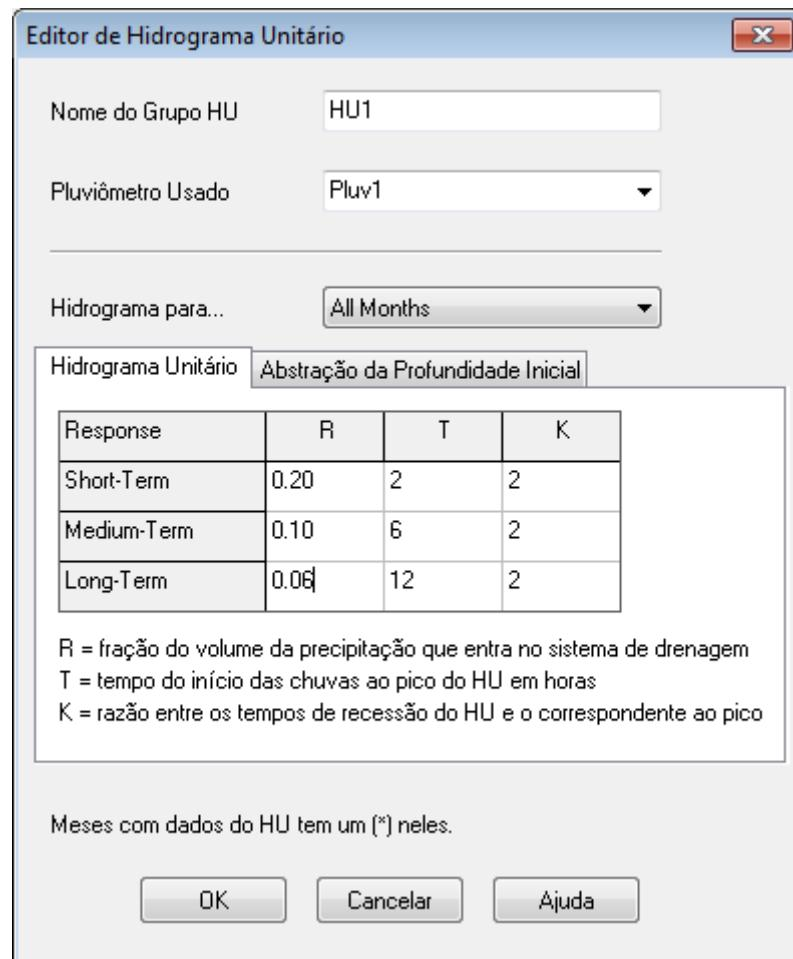

Figura C.33 – Editor de Hidrograma Unitário
O Editor Hidrograma Unitário (HU) – ver Figura C.33 - é ativado quando um novo objeto **hidrograma unitário** é criado ou um já existente é selecionado para edição. Ele é usado para especificar os parâmetros de forma e o pluviômetro para um grupo de hidrogramas unitários triangulares. Estes hidrogramas são usados para calcular Infiltrações/Afluências no sistema de drenagem devido à precipitação (RDII) nos nós selecionados do sistema de drenagem. Um grupo HU pode conter até 12 conjuntos de hidrogramas unitários (um para cada mês do ano) e cada conjunto pode consistir de até 3 hidrogramas individuais (para respostas a curto, médio e longo prazo), bem como parâmetros que descrevem as perdas por abstração inicial. O editor contém os seguintes campos de entrada: